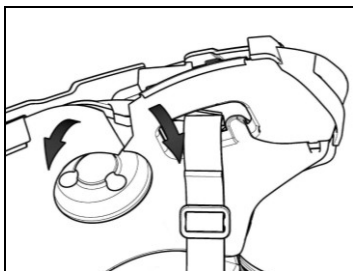

Fig. 11
- Til de plastic bekleding van het zijstuk op (Fig. 11).